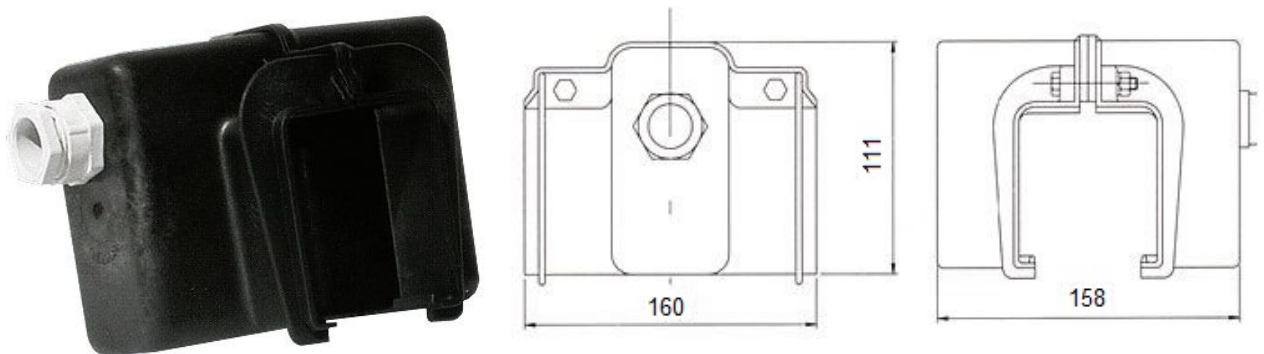

Рисунок 11 - Общий вид линейного токоподводящего короба
3.10. Характеристика линейного токоподводящего короба (см. рис.11):